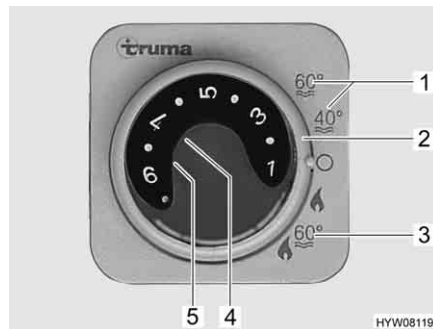

Fig. 61 Centralina di controllo per riscaldamento/boiler
Il boiler è integrato nel riscaldamento e funziona a gas. Il boiler si accende dalla centralina di controllo (Fig. 61) con l'interruttore girevole (Fig. 61,2).
Durante il funzionamento invernale "Riscaldamento e boiler" (Fig. 61,3), accendendo il riscaldamento è riscaldata automaticamente anche l'acqua nel boiler. Quando il riscaldamento si spegne al raggiungimento della temperatura ambiente desiderata, il boiler continua a riscaldare l'acqua, fino a quando questa raggiunge la temperatura impostata.
Durante il funzionamento estivo (Fig. 61,1) l'acqua è riscaldata soltanto nel boiler fino a 40 °C o 60 °C. L'acqua si riscalda a 60 °C in ca. 25 minuti. La spia di controllo gialla (Fig. 61,5) si accende durante la fase di riscaldamento del boiler.
L'alimentazione di tensione per l'apparecchio non può essere interrotta interrompendo l'alimentazione a 12 V sul pannello di controllo. A seconda del modello, in caso di guasto si accende la spia rossa di controllo (Fig. 61,4) sulla centralina di controllo (vedi capitolo 14).
- Sulla centralina di controllo (Fig. 61) posizionare l'interruttore girevole (Fig. 61,2) su "Funzionamento estivo" (Fig. 61,1).
La spia di controllo gialla (Fig. 61,5) si accende durante la fase di riscaldamento. Al raggiungimento della temperatura dell'acqua desiderata, la fase di riscaldamento termina e la spia di controllo gialla si spegne.
- Sulla centralina di controllo (Fig. 61) posizionare l'interruttore girevole (Fig. 61,2) su "O".